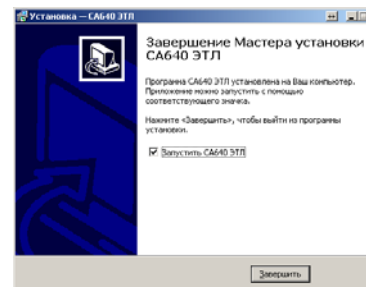

Рисунок 8.7
6) На экране появится окно (рисунок 8.7). Для завершения установки программы щелкнуть по кнопке **Завершить**, на Рабочем столе появится ярлык "CA640 ЭТЛ".